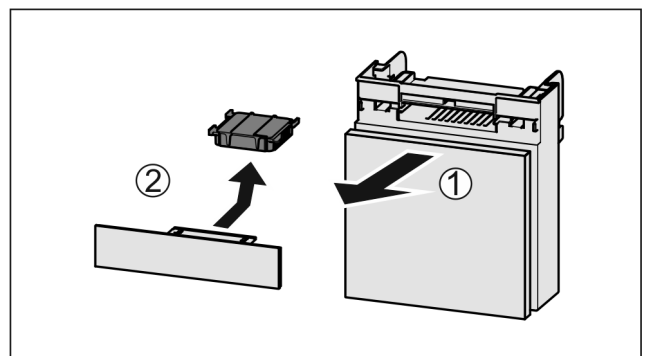

Fig. 111
- ▶ Fach nach vorne herausziehen Fig. 111 (1).
- ▶ Aktivkohlefilter entnehmen Fig. 111 (2).